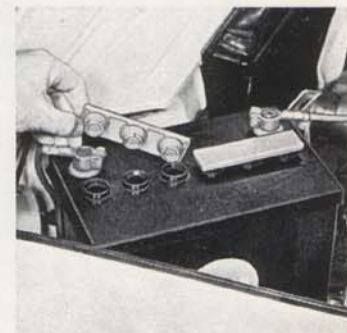

Bild 61. Batteri
1. Kontrollera att batteriets syranivå står ca 5 mm över plattorna (bild 61). Påfyll vid behov **destillerat** vatten. Kontrollera även att batteri och kabelskor sitter fast.